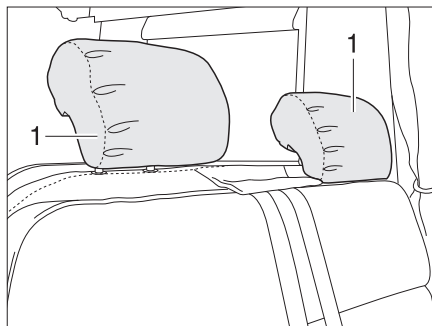

Bild 21 Nackstöd sittbänk (Variant 1)
■ Drag upp eller tryck ned nackstödet (Bild 21,1) för hand.